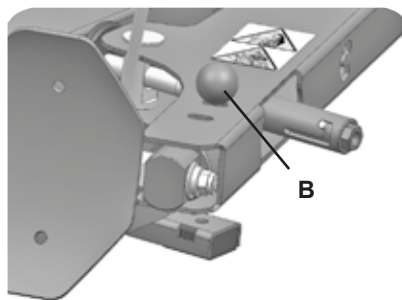

ABB. 20
Stellen Sie die Position der Abdrückschaufel über den Bolzen (B) am Abdrückarm entsprechend der Reifengröße ein. (Abb. 20)